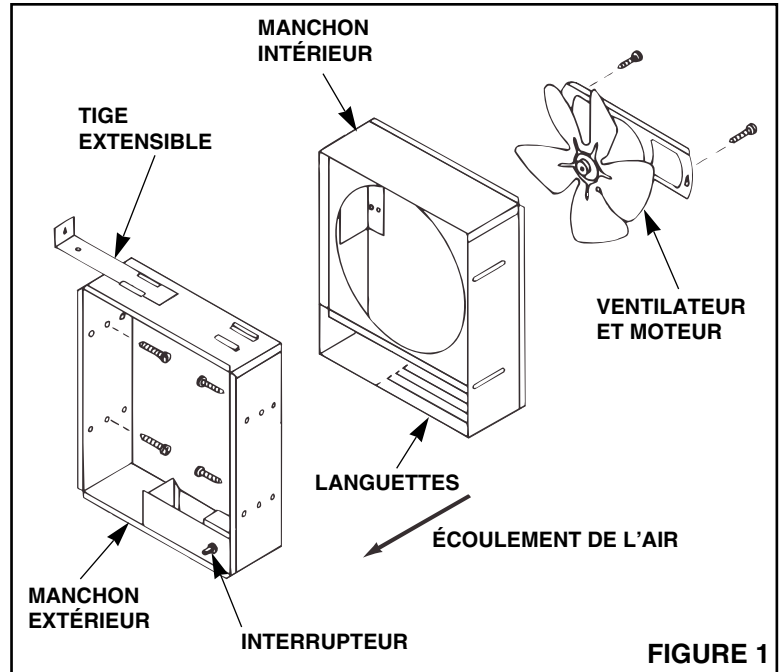

FIGURE 1
4. Consulter la Figure 1. Desserrer deux vis, puis enlever le moteur et le ventilateur du manchon intérieur réglable.
2. **Consulter la Figure 1.** Desserrer deux vis, puis enlever le moteur et le ventilateur du manchon intérieur réglable.